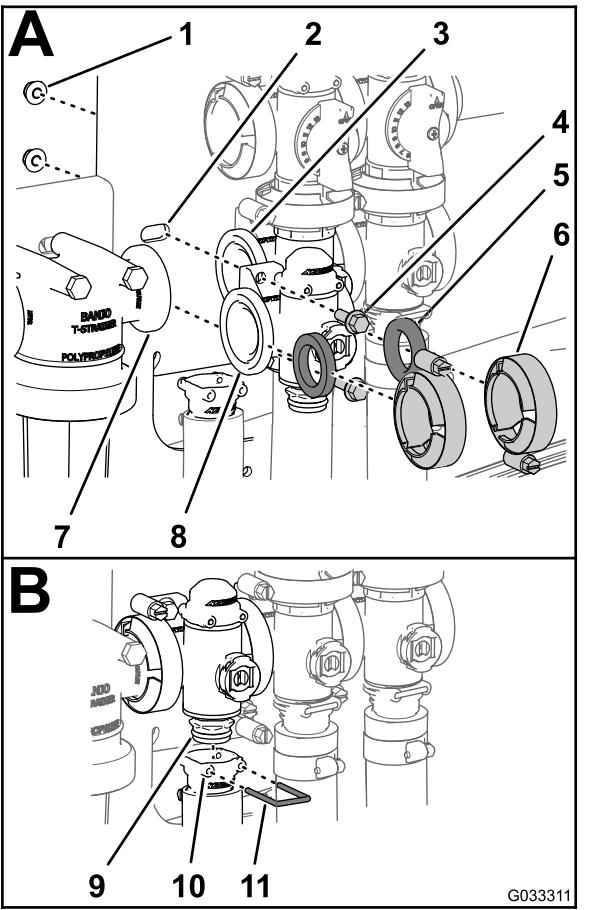

Рисунок 80
2. Смонтируйте коллектор клапана управления нормой внесения, прокладку и головку фильтра линии нагнетания с помощью фланцевого хомута, затянув его от руки (Рисунок 80А).
3. Установите прокладку между фланцами клапана управления нормой внесения и коллектором клапана перемешивания (Рисунок 80А).
фланцевого хомута, затянув его вручную (Рисунок 80А).
5. Присоедините клапан управления нормой внесения к опоре крепления при помощи 2 болтов с фланцевыми головками и 2 фланцевых контргаек (Рисунок 80А), снятых при выполнении действий, описанных в пункте 3 раздела Демонтаж коллектора клапана управления интенсивностью опрыскивания \(страница 73\), и затяните гайку и болт с моментом от 10 до 12 Н·м.
6. Установите выпускной штуцер на штуцер муфты в нижней части коллектора клапана управления нормой внесения (Рисунок 80В).
7. Прикрепите выпускной штуцер к штуцеру муфты, вставив держатель в гнездо выпускного штуцера (Рисунок 80В).